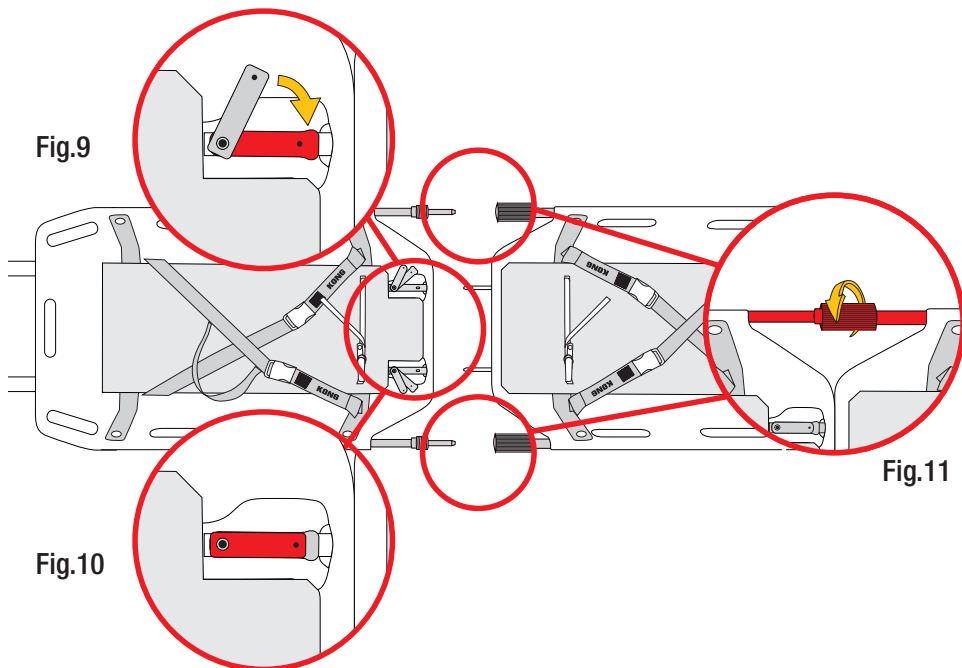

Fig.11
f) avvitare completamente le due ghiera (fig. 11).